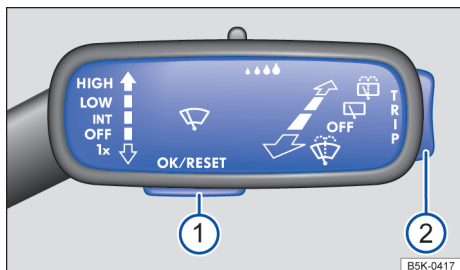

Fig. 19 À direita da coluna de direção: botões dos limpadores do vidro (representação esquemática).
Enquanto uma mensagem de advertência de prioridade 1 → Página 16 estiver sendo exibida, não será possível acessar os menus. Algumas mensagens de advertência podem ser confirmadas e ocultadas com o botão → Fig. 19 .
- Se for exibida uma mensagem ou o pictograma de veículo, pressionar o botão → Fig. 19 , caso necessário, pressionar várias vezes.
- Para a exibição dos menus → Página 27 ou para retornar para a seleção de menu a partir de um menu ou de uma tela de informação, basta manter o seletor → Fig. 19  pressionado.
- Para acessar o menu ou a tela de informação exibida, pressionar o botão → Fig. 19  e esperar até que o menu ou a tela de informação abra automaticamente após alguns segundos.
- No menu exibido, pressionar o seletor → Fig. 19  para cima ou para baixo até que o item de menu desejado esteja marcado. A marcação é indicada por uma moldura.
- Pressionar o botão → Fig. 19  para realizar as alterações desejadas. Um “sinal de visto” identifica a ativação da função ou do sistema.